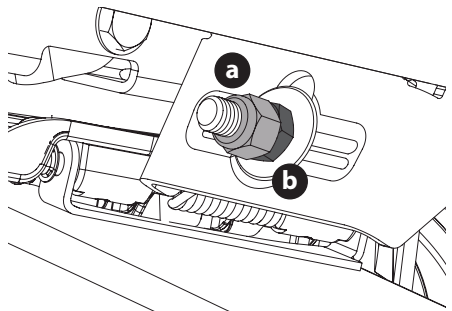

Fig. 39
5. Para **eleva**r el frente de la plataforma, extraiga la tapa de extremo, afloje la contratuerca exterior (a) y apriete (rosca hacia adentro) la tuerca interior (b) contra la ménsula de suspensión delantera (Fig. 39). Una vez alcanzado el ajuste adecuado, vuelva a ajustar la contratuerca exterior (a) y vuelva a colocar la tapa de extremo.
6. Para **baja**r el frente de la plataforma, extraiga la tapa de extremo, afloje la contratuerca exterior (a) y afloje (rosca hacia afuera) la tuerca interior (b) alejándola de la ménsula de suspensión delantera (Fig. 39). Cuando se logre el ajuste correcto, vuelva a apretar la contratuerca externa (a) hasta 57 pies-libras (77 N-m) y vuelva a colocar la tapa de extremo.